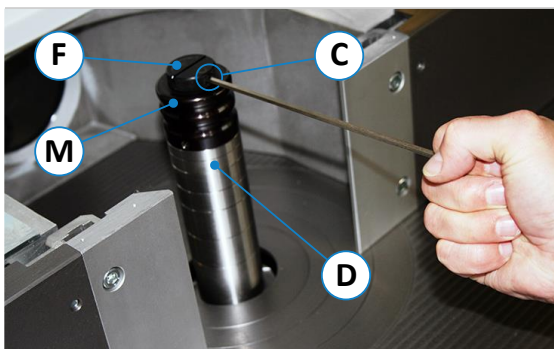

Abbildung 16: Fräsdorn mit Schnellspannvorrichtung
- Die Frässpindel nun von Hand so drehen, dass die Spannschraube (C) zugänglich ist (siehe ⇒ Abbildung 16).
- Not-Aus Schlagtaster (4) betätigen und verriegelt lassen.